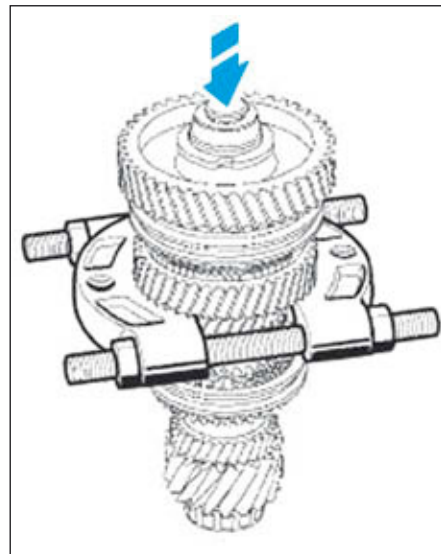

FIG.29
- Déposer, à l'aide d'une presse et d'un décolleur l'ensemble "bagues - pignons - moyeux" (Fig.29) en prenant appui sous le pignon de 2^e.